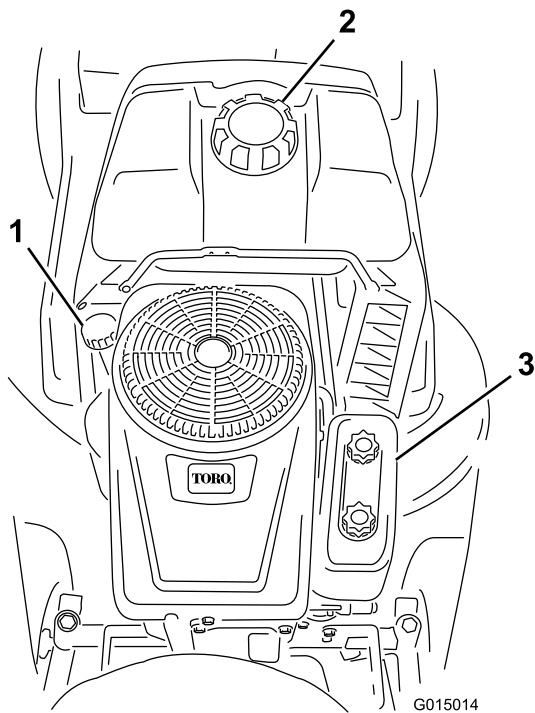

Figura 17
5. Limpie alrededor de la varilla de nivel de aceite (Figura 17) para impedir que caiga suciedad por el orificio de llenado y cause daños en el motor.
6. Vierta lentamente aproximadamente el 80% de la cantidad especificada de aceite por el orificio de llenado (Figura 17). Compruebe el nivel de aceite; consulte los pasos 6 y 7 de la sección Comprobación del nivel de aceite.